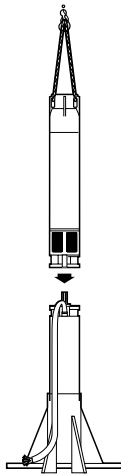

fig. 3
- Avec le matériel prévu et réglementaire soulever la pompe en position parfaitement verticale audessus du moteur en s'assurant que le diamètre de l'alésage du manchon d'accouplement de la pompe et ses cannelures ou sa rainure de clavette correspondent bien à ceux du moteur (fig 3). **Pendant toute cette opération, protéger les mains avec des gants de travail et ne jamais les placer entre la bride du moteur et la bride de la pompe.** L'introduction de l'arbre dans le manchon d'accouplement de la pompe sera facilitée en appliquant un voile de graisse non polluante sur l'arbre ou dans l'alésage du manchon. De plus, la présence de ce voile de graisse évitera l'usure pouvant être provoquée par la présence de grains de sable.